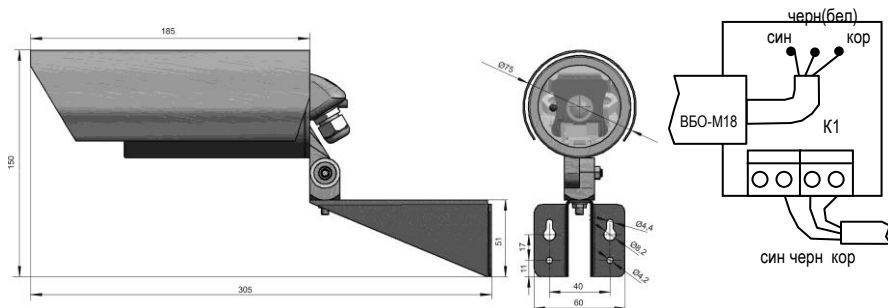

Рис. 1. Устройство и габаритные размеры выключателя
- 5.1.1 Вывернуть защитный кожух 1 корпуса (рисунок 1).
5.1.2 Разместить в термокожухе возле стекла пакет с силикагелем, предварительно сняв с него полиэтиленовую упаковку. При необходимости, подключить кабель 4 (рисунок 1) к клеммной колодке К1 в соответствии с **Таблицей 3**.
5.1.2 Закрепить кронштейны 3 (рисунок 1) в местах установки излучателя и приёмника.
5.1.2 Надеть на термокожухи излучателя и приёмника солнцезащитные козырьки 2 (рисунок 1).
5.1.3 Установить на кронштейны 3 и закрепить винтами 5 (рисунок 1) излучатель и приёмник.
5.2.2 Ослабить регулировочный винт 6 (рисунок 1) кронштейна приемника, направить приёмник на излучатель, затянуть винт.